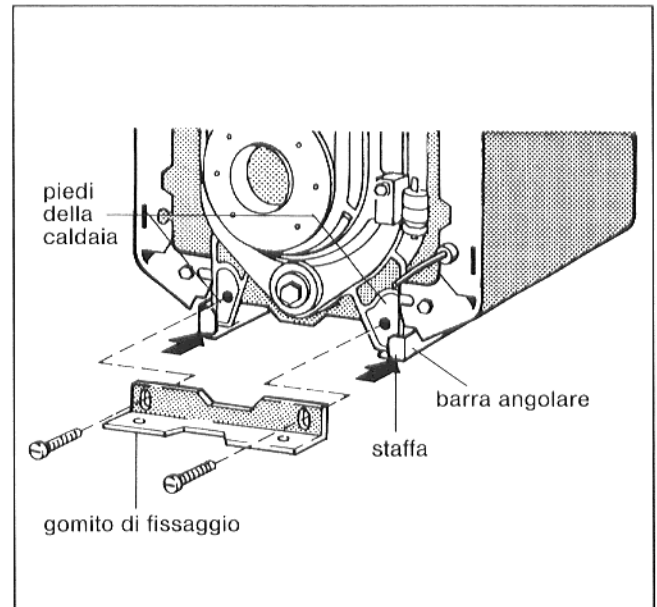

Fig. 3
- Applicare il gomito di fissaggio alle staffe piegate della barra angolare ed avvitare senza stringere ai piedi della caldaia (Fig. 3; M 10 x 55).
- Avvitare forte il gomito di fissaggio nella parte anteriore agli elementi portanti della caldaia (Fig. 3; M 10 x 55).